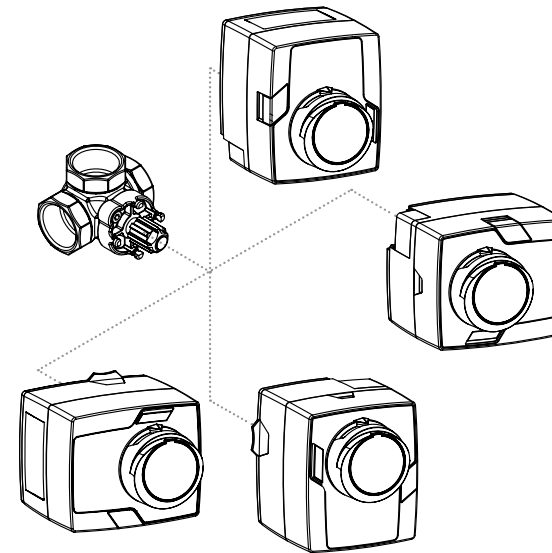

Fig. 8 : Implantations possibles
4. Posez le servomoteur sur la vanne mélangeuse de telle façon que les 2 boulons intercalaires s'insèrent dans les encoches prévues à cet effet à l'arrière du moteur et que le mécanisme se verrouille de lui-même. Il est possible de positionner le moteur de diverses façons sur la vanne mélangeuse (fig. 8). Le repère sur l'anneau bleu doit se trouver à la partie supérieure. Si ce n'est pas le cas, enlevez le bouton de réglage et l'anneau bleu. Remettez-les ensuite en place avec le repère positionné à la partie supérieure.